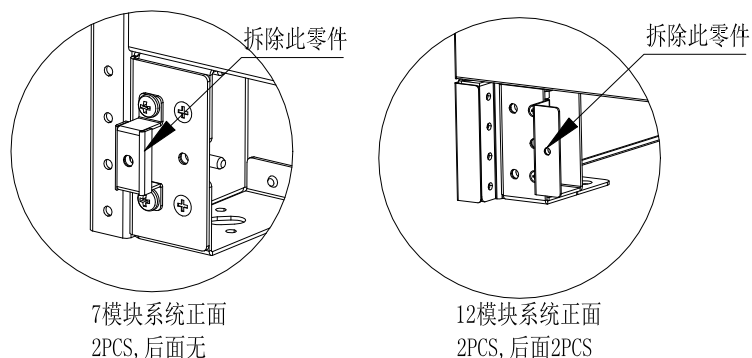

图 8-6 机架组件拆卸示意图
6.首先拆除机柜底座上的零件(本来用来安装前后防鼠挡板的零件)。如下图 8-6。